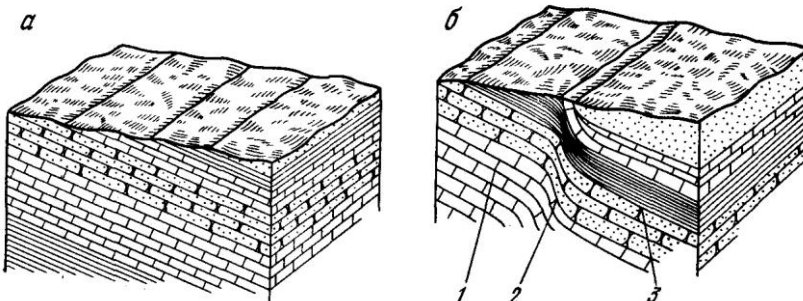

Рис. 2 - Моноклираль (а) и флексура (б).
*Моноклинали* представляют собой толщи пластов горных пород, равномерно наклоненных в одну сторону на значительном протяжении (рис. 2, а).
*Флексурами* называются уступообразные нарушения горизонтально (или моноклиналино) лежащих пластов (рис. 2, б). Флексуры обычно возникают при блоковых смещениях нижележащих пород. При смещениях небольшой амплитуды разрыва не происходит, но мощность пород в зоне сдвига часто бывает сокращенной. У флексур различают нижнее, соединительное и верхнее крылья. Соединительное крыло представляет собой участок, на котором пласты имеют крутой наклон и сокращенную мощность.